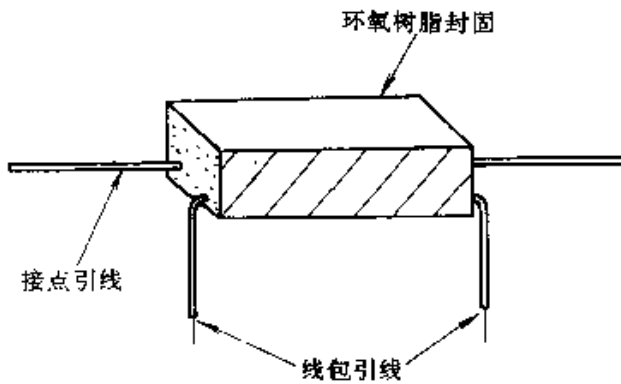

图 3-113
③ 用环氧树脂将整个线包和干簧管封固成为一个整体,如图 3-113 所示,干簧管式继电器就制做完成了。干簧管两端的引线即为继电器接点引线。